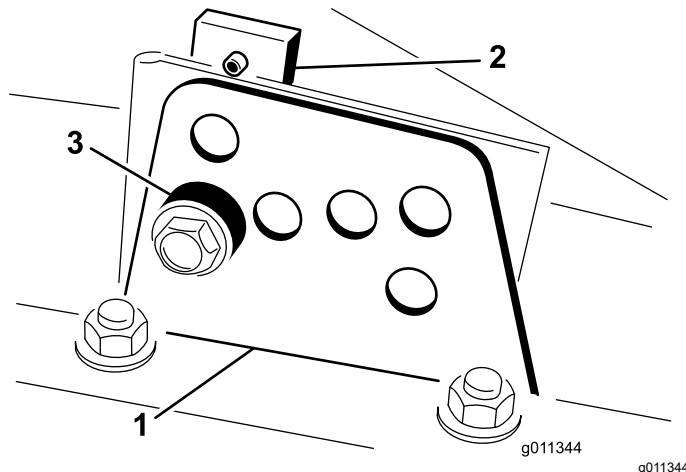

Figura 25
2. Desaperte o parafuso que prende o suporte da altura de corte à placa da altura de corte (frente e de cada lado), conforme se mostra na Figura 25.
4. Enquanto estiver suportar a câmara, retire o espaçador (Figura 25).